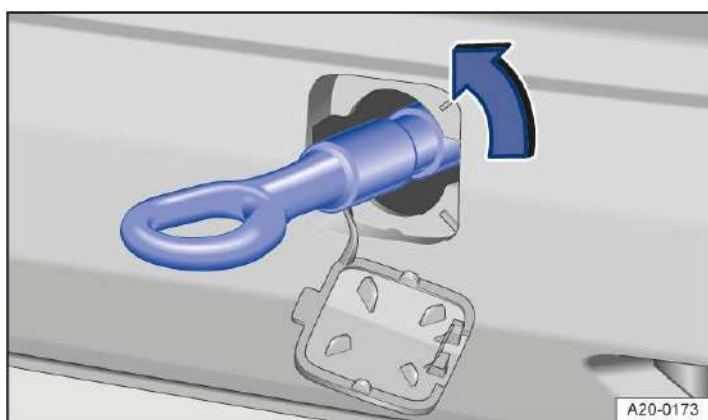

Abb. 2 Im Stoßfänger hinten rechts:
4. Abschleppöse so fest es geht in Pfeilrichtung in die Aufnahme drehen → *Abb. 2* ,